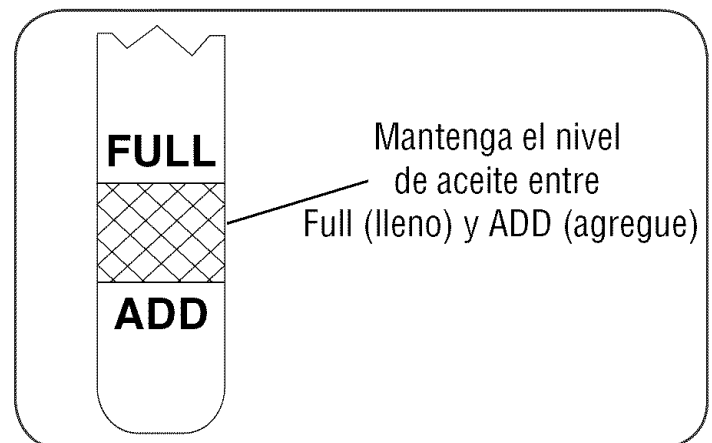

Figura 7
2. Desenrosque el tapón de llenado de aceite del tubo de llenado de aceite y limpie la varilla de nivel de aceite. Vea la figura 7.
4. Desenrosque y retire el tapón de llenado de aceite del tubo de llenado de aceite. Fíjese en el nivel de aceite. Si la lectura en la varilla del nivel de aceite está por debajo de la marca "ADD" (agregue), agregue aceite lentamente hasta alcanzar el nivel "FULL" (lleno). Vea la figura 7.